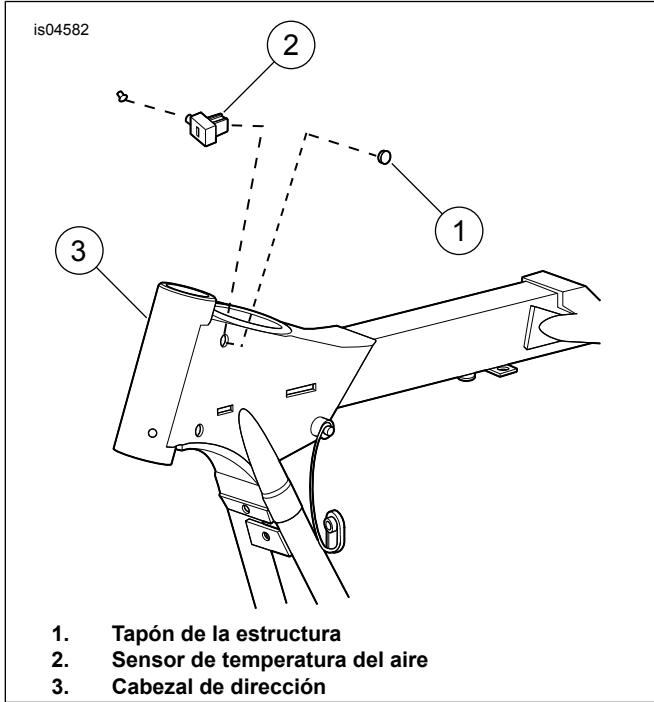
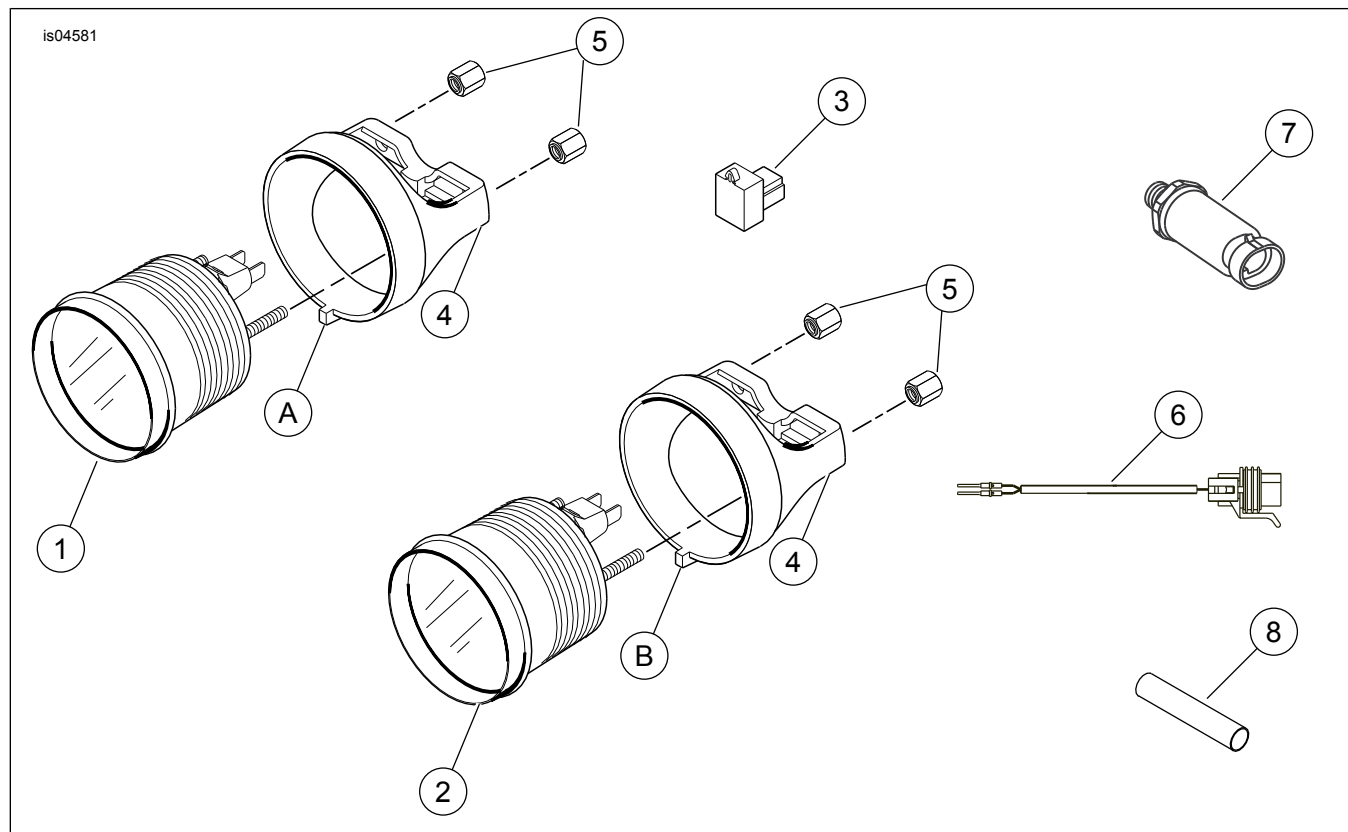

Figura 7. Ubicación del sensor de temperatura del aire: Modelos de 2008 y posteriores
Figura 9. Piezas de servicio: Kit del indicador de los modelos FLHT
Vea la Figura 9 y la Tabla 1.
8. Vea Figura 9. Coloque las patillas del puente (6) a través del conducto del kit en el mismo sentido que el cable original indicado en el paso 7. Use las correas de cables para sujetarlo al manojito de cables.
14. Vea la Figura 9. Empiece a colocar la unidad emisora de la presión de aceite (7) dentro del diámetro interior del cárter. Apriete el interruptor a 11–14 N·m (8–10 ft-lbs) con una llave pata de cuervo de extremo abierto de 1-1/16 pulg.
3. Vea la Figura 9. Instale los indicadores (1 y 2) en el fuselaje interior. Cuando está sentado sobre la motocicleta, el indicador de temperatura del aire se instala en el agujero en el lado izquierdo de la bandeja de la radio y el manómetro del aceite se instala en el agujero en el lado derecho de la bandeja de la radio.
4. Para cada indicador, deslice la abrazadera trasera (4) sobre los espárragos del indicador. Verifique que la lengüeta (A o B) en la pieza de soporte enganche en la ranura en la parte inferior del diámetro interior del fuselaje interior.
5. Instale sin apretar las tuercas hexagonales (5) en los espárragos. Verifique que el indicador esté alineado correctamente y después apriete las tuercas firmemente.
6. **Para los modelos de 2000 a 2007:** Vea la Figura 6. Instale el sensor de temperatura del aire en la ubicación que se muestra (2), empujando el poste en el conector dentro del agujero en el soporte del fuselaje. **Para los modelos de 2008 y posteriores:** Vea la Figura 7. Quite el tapón de la estructura (1). Empuje el poste del sensor dentro del agujero para instalar el sensor. Asegure el arnés de cables con la correa de cables del kit.